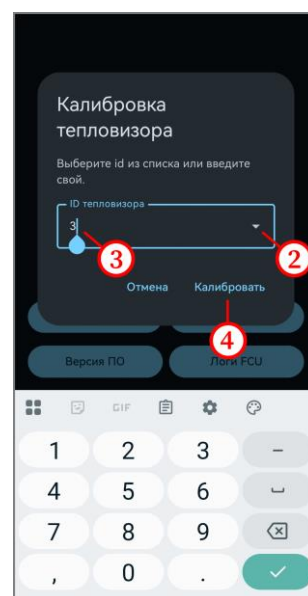

Рисунок 16
- на открывшейся форме выбрать ID модели тепловизионной камеры из списка (рисунок 16, шаг 2) или указать его вручную (рисунок 16, шаг 3);
- нажать на кнопку «Калибровать» (рисунок 16, шаг 4).